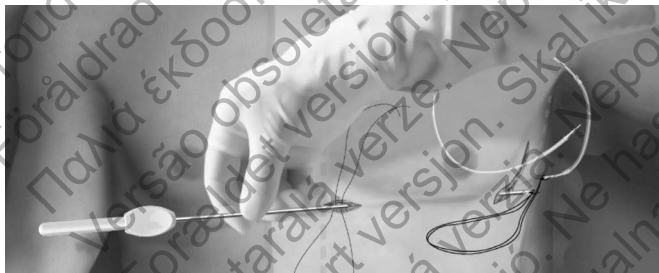

Abbildung 13: Verbinden Sie das distale Ende der subkutanen Elektrode mit der Einführhilfe.
3. Befestigen Sie das Nahtloch der subkutanen Elektrode unter Verwendung von konventionellem Nahtmaterial an der Einführhilfe, indem Sie eine lange Schlaufe von 15 bis 16 cm herstellen (Abbildung 13).